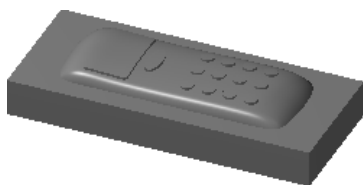

图 24.2 零件模型
Step1. 打开模型。选择文件 D:\mcx6.11\work\ch25\ TELECONTROL_MOLD.MCX-6, 系统进入加工环境，此时零件模型如图 24.2 所示。